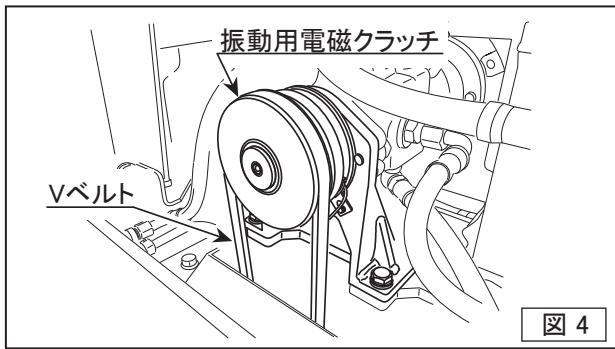

図4
- Vベルトのゆるみを点検します。張りが弱いと振動が弱くなったり、Vベルトが破損しやすくなります。(図4)